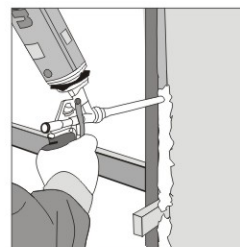

Рис.12
5.1.8. Зазор между дверной коробкой и стеной заполните монтажной пеной. Оставьте до полного затвердения пены (см. инструкцию на баллоне) (рис.12).